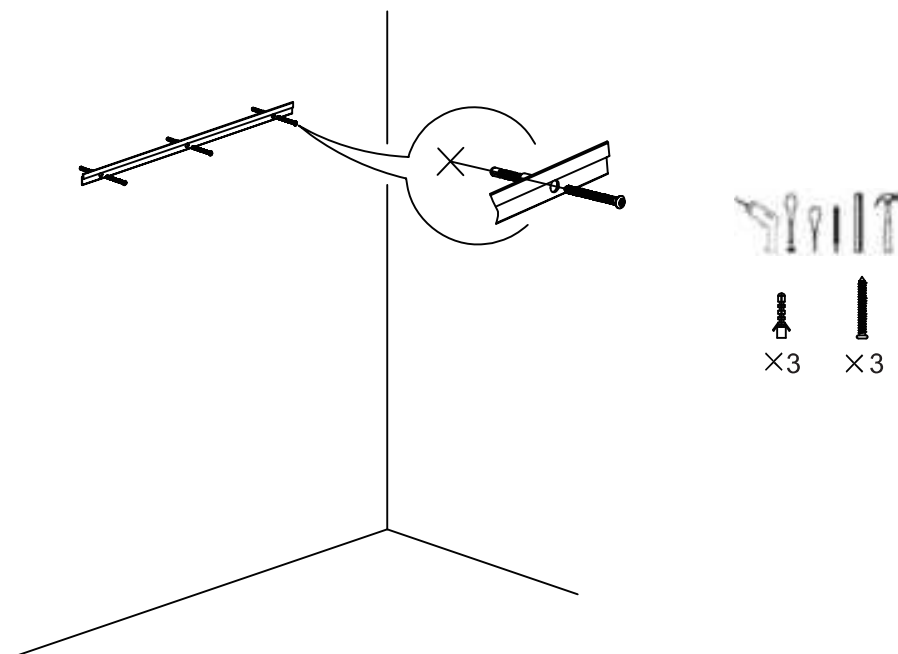

Abb. 2
- 1.4 Klopfen Sie die Spreizdübel mit einem Hammer in die Löcher in der Wand, ziehen Sie dann die Schrauben mit einem Schraubendreher fest, um die Leiste zu sichern, und kalibrieren Sie die Wasserwaage (Abb. 2).